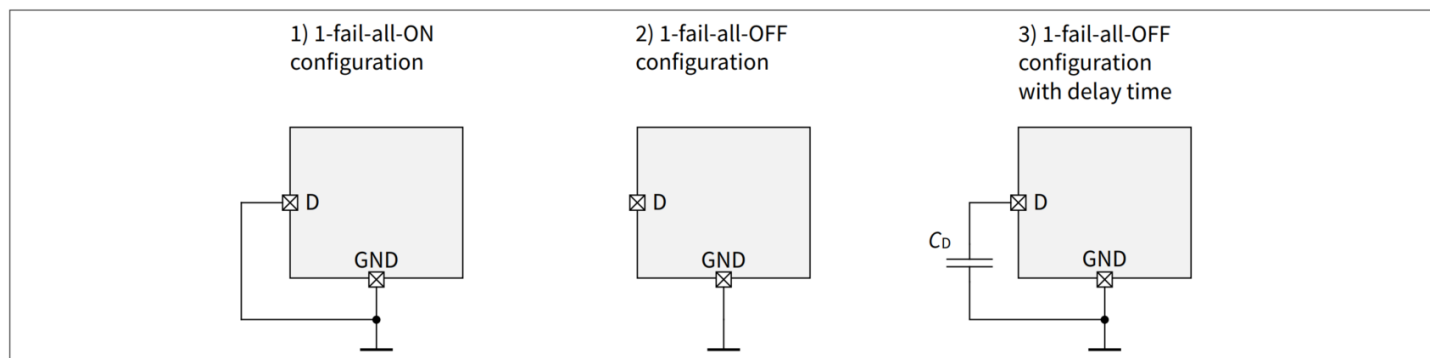

图 14 D引脚配置
- 根据执行的故障管理策略对 LED 阵列中的错误情况做出反应，在多个 LED 链用于给定功能的系统中，如 图 14 所示